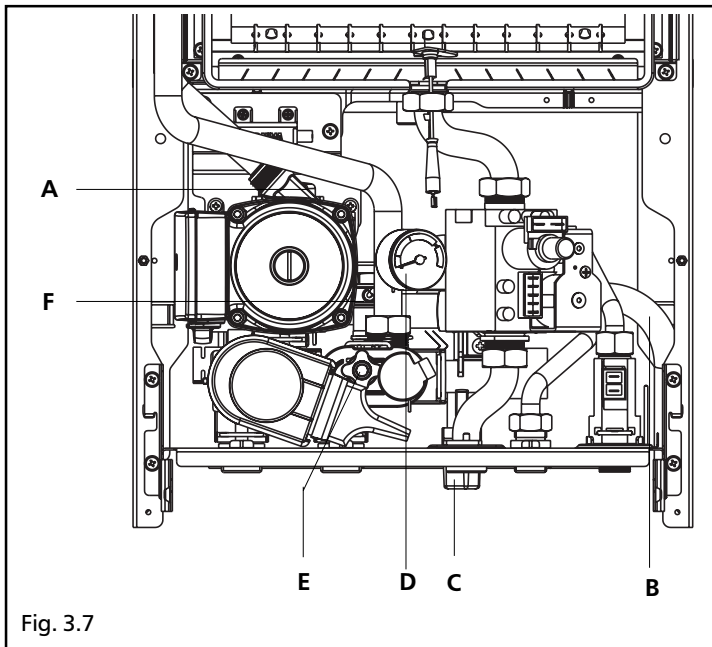

Fig. 3.7
Per i riferimenti ai vari componenti consultare il disegno raffigurato in fig. 3.7.
- collegare il tubetto in gomma, fornito di serie, alla valvola di scarico caldaia E (fig. 3.7)